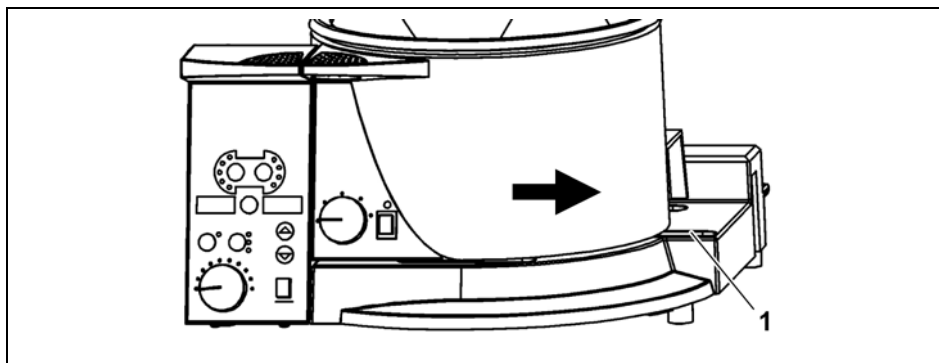

Bild 4-1: Heizbad
- Heizbad am Griff auf den Schienen verschieben und entsprechend positionieren (siehe Bild 4-1, Seite 13).